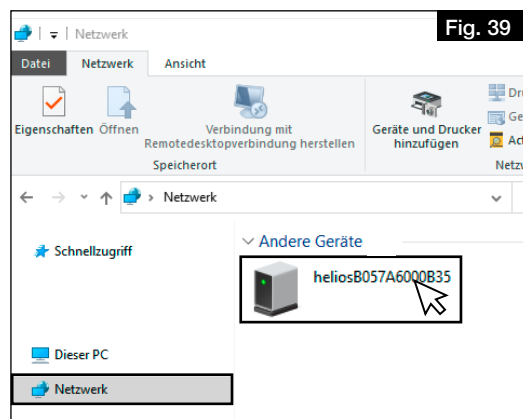

Fig. 39
2. Ouvrir le poste de travail et cliquer sur Réseau, voir Fig. 39.
3. Double-cliquer sur l'appareil correspondant, voir la Fig. 39.